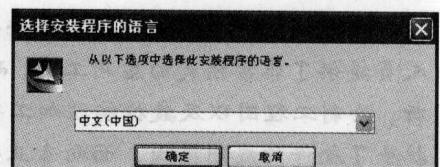

图 1-2 安装程序的语言选择界面
(4) 首先安装 NX 服务程序，在对话框中选择 Install UGS License Server 选项，出现如图 1-2 所示安装程序的语言界面。